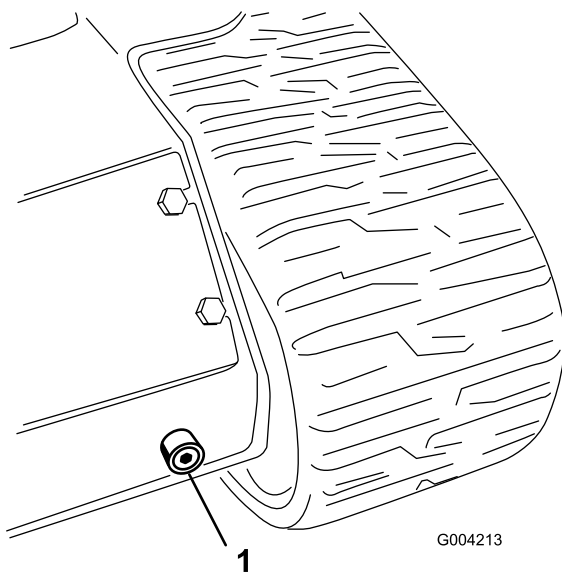

Figura 63
6. Posizionate una grossa bacinella di spurgo della capacità di 57 litri sotto il tappo di spurgo nella parte anteriore della macchina (Figura 63).
7. Togliete il tappo di spurgo e lasciate defluire l'olio nella bacinella (Figura 63).